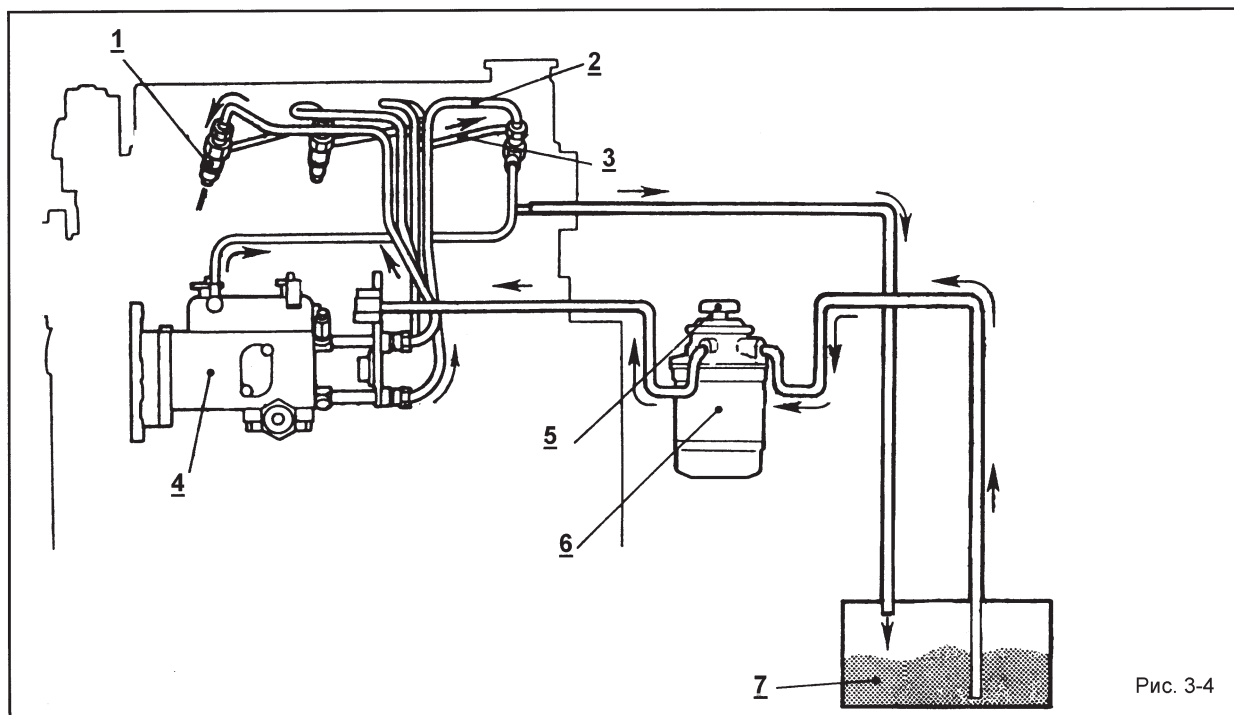

Рис. 3-4
3.4. Топливная система (рис. 3.4)